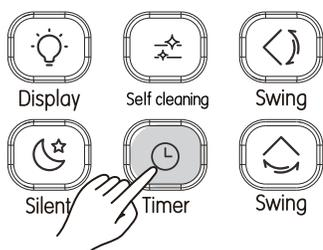

Figura 3.17
- ① Presione (consulte la Figura 3.17), y el controlador remoto mostrará "Timer Off", y aparecerá "0.0H" en el área del temporizador. Ajuste ahora la configuración del Timer Off;
- ② Presione para ajustar la configuración del temporizador;
③ Luego del ajuste, se envía la información del temporizador a la unidad interior.
- ① Presione (consulte la Figura 3.17), y el controlador remoto mostrará "Timer On", y aparecerá "0.0H" en el área del temporizador. Ajuste ahora la configuración del Timer On;
- ③ Luego del ajuste, se envía la información del temporizador a la unidad interior.